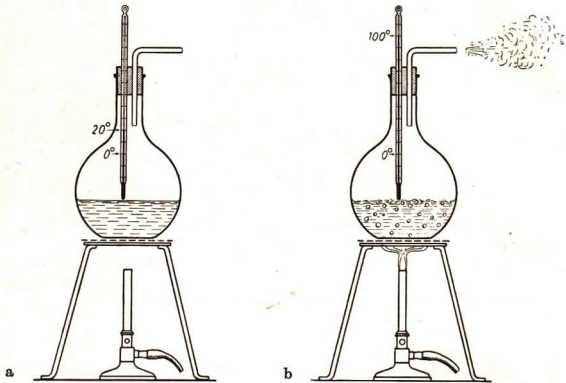

Abb. 86/1. Die Vorgänge beim Erwärmen des Wassers bis zum Sieden
stecken wir ein rechtwinklig gebogenes Glasrohr von nicht zu kleinem Durchmesser (Abb. 86/1a). Erwärmen wir nun die Kochflasche, so können wir der Reihe nach folgende Erscheinungen beobachten:
5. Bei noch höherer Temperatur hört das Singen auf. *Alle Dampfblasen steigen jetzt bis zur Oberfläche empor*. Das Wasser verdampft, wobei es stark brodelte. Das Wasser *siedet*. Aus dem seitwärts gebogenen Rohr entweicht Wasserdampf. Das geschieht bei einer Temperatur von etwa 100 °C (Abb. 86/1 b). Höher steigt die Temperatur während des Siedens nicht.